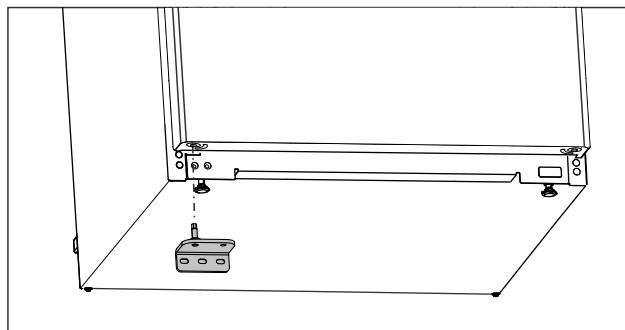

Fig. 25
- ▶ Установите нижний опорный кронштейн на противоположной стороне. (см. Fig. 25)